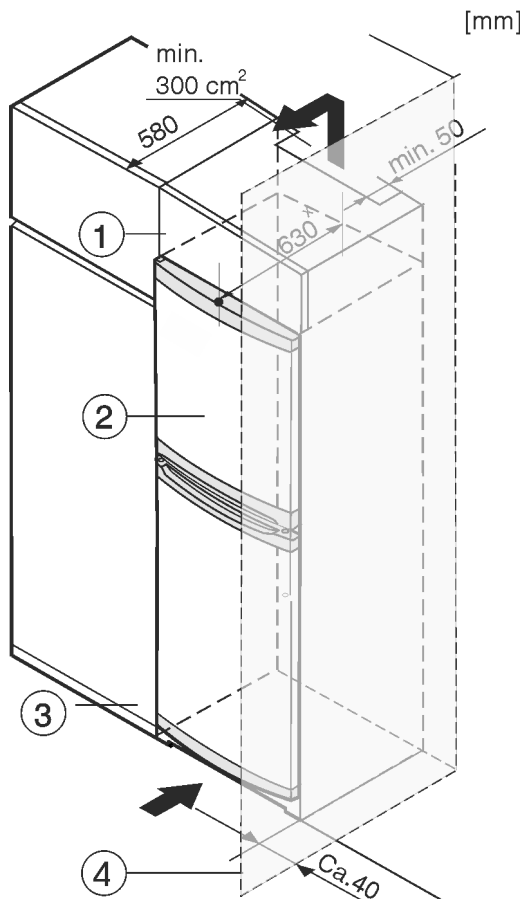

Fig. 8
Prietaisą galima montuoti į virtuvės spintelės. Norint prietaisą Fig. 8 (2) priderinti prie nišos aukščio, virš jo galima įrengti uždedamą spintelę Fig. 8 (1).
Kai prietaisas montuojamas į virtuvės spintelės (maks. gylis 580 mm) tuomet prietaisą galima statyti tiesiog šalia virtuvės spintos *Fig. 8 (3)*. Prietaisas išsikišęs iš už virtuvės spintos priekinės dalies 34 mm x šonuose ir 50 mm x prietaiso viduryje.
Jei prietaisas su lankstais statomas greta sienos *Fig. 8 (4)*, mažiausias atstumas tarp prietaiso ir sienos turi būti 40 mm. Tai atitinka rankenų išsikišimą esant atvertoms durims.